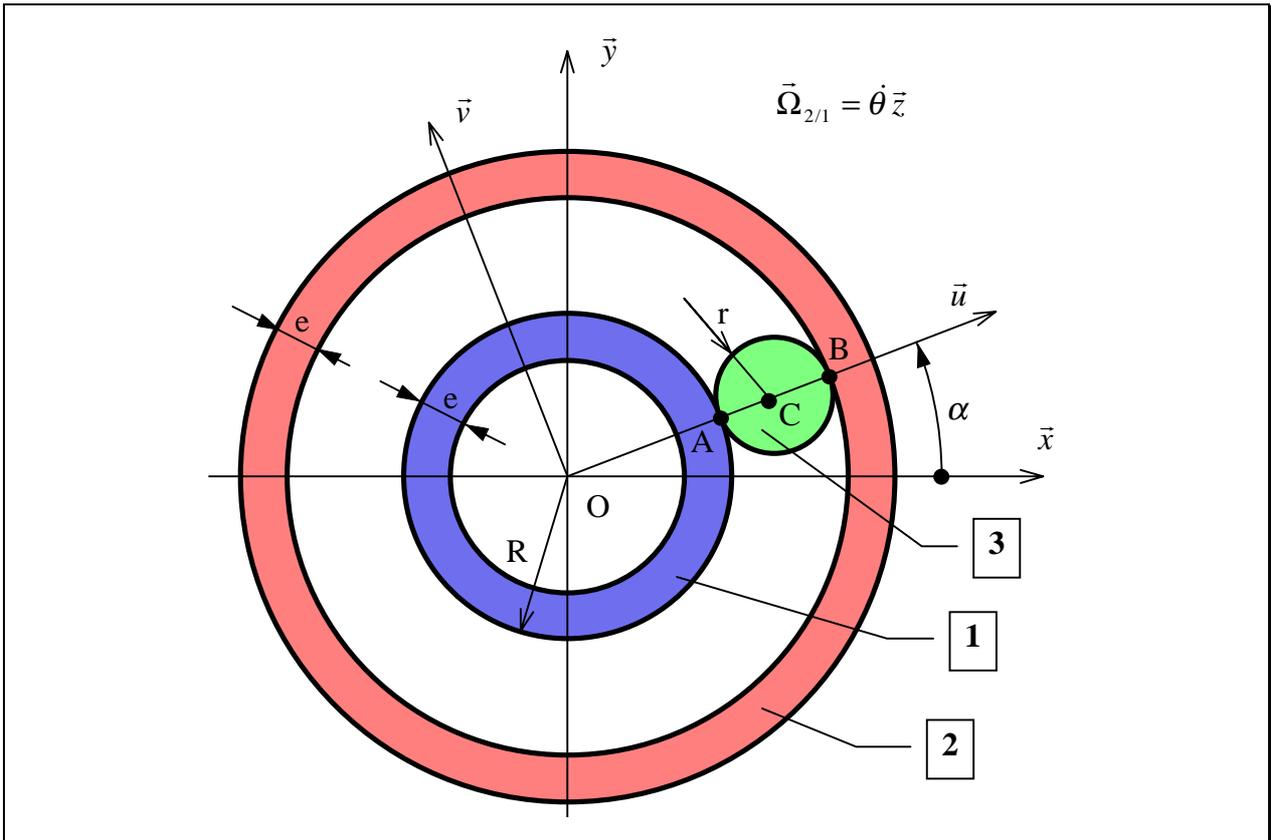

Fig. 4 : géométrie et paramétrage
Le roulement étudié ici est un roulement à rouleaux (Cf. première page) et il est dans un premier temps considéré comme plan. Sa géométrie est définie par la figure 4 de la partie C. Les pièces sont considérées d'épaisseur nulle et de masse surfacique μ . Le mouvement est un mouvement plan.
- 2) En déduire la matrice d'inertie de la bague intérieure et celle de la bague extérieure du roulement en fonction des caractéristiques géométriques et en projection sur la base $B:(\vec{x}, \vec{y}, \vec{z})$ de la figure 4. Factoriser par la masse M et la masse M' de la bague extérieure et de la bague intérieure.
- 3) Calculer le torseur cinétique de la bague (2) par rapport au solide (1) en fonction de $\dot{\theta}$ et des caractéristiques géométriques du roulement.
- 4) Calculer le torseur cinétique d'une rouleau (plan) par rapport à (1) en fonction de $\dot{\theta}$ et des caractéristiques géométriques du roulement.
Le roulement étudié ici est un roulement à billes, sa géométrie est aussi définie par la figure 4 de la partie précédente. Les bagues sont modélisées en première approximation par des tubes cylindrique de révolution d'épaisseur e et de longueur l . Le matériau constituant des pièces est de masse volumique ρ .